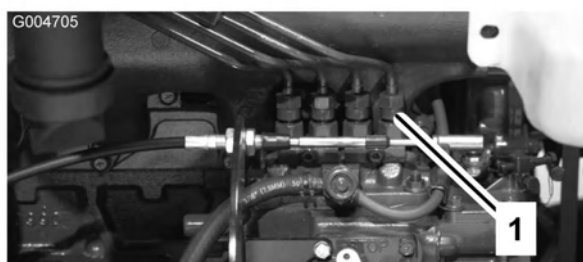

Figure 53
1. Desserrez le raccord entre l'injecteur N° 1 et le porte-injecteurs sur la pompe d'injection (Figure 53).